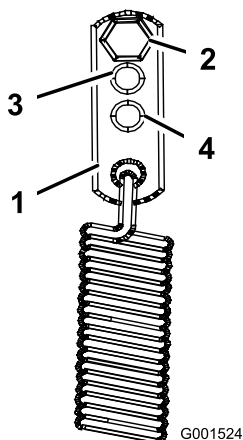

Рисунок 42
3. Для настройки на более тяжелые условия эксплуатации переместите тяги пружинодержателя в положение для средних или тяжелых условий эксплуатации (Рисунок 42). Тяги пружинодержателя присоединены к верхнему заднему углу кожухов гидравлического привода с левой и правой стороны машины.